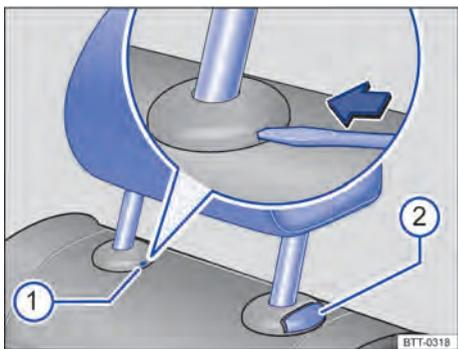

Fig. 57 Desinstalar o apoio para cabeça traseiro.
- Se necessário, pressionar a haste da chave de fenda da ferramenta de bordo na fenda da capa de cobertura → Fig. 57 ① no sentido da seta e segurar nesta posição.
- Ao mesmo tempo, pressionar o botão ②, enquanto outra pessoa retira totalmente o apoio para cabeça.